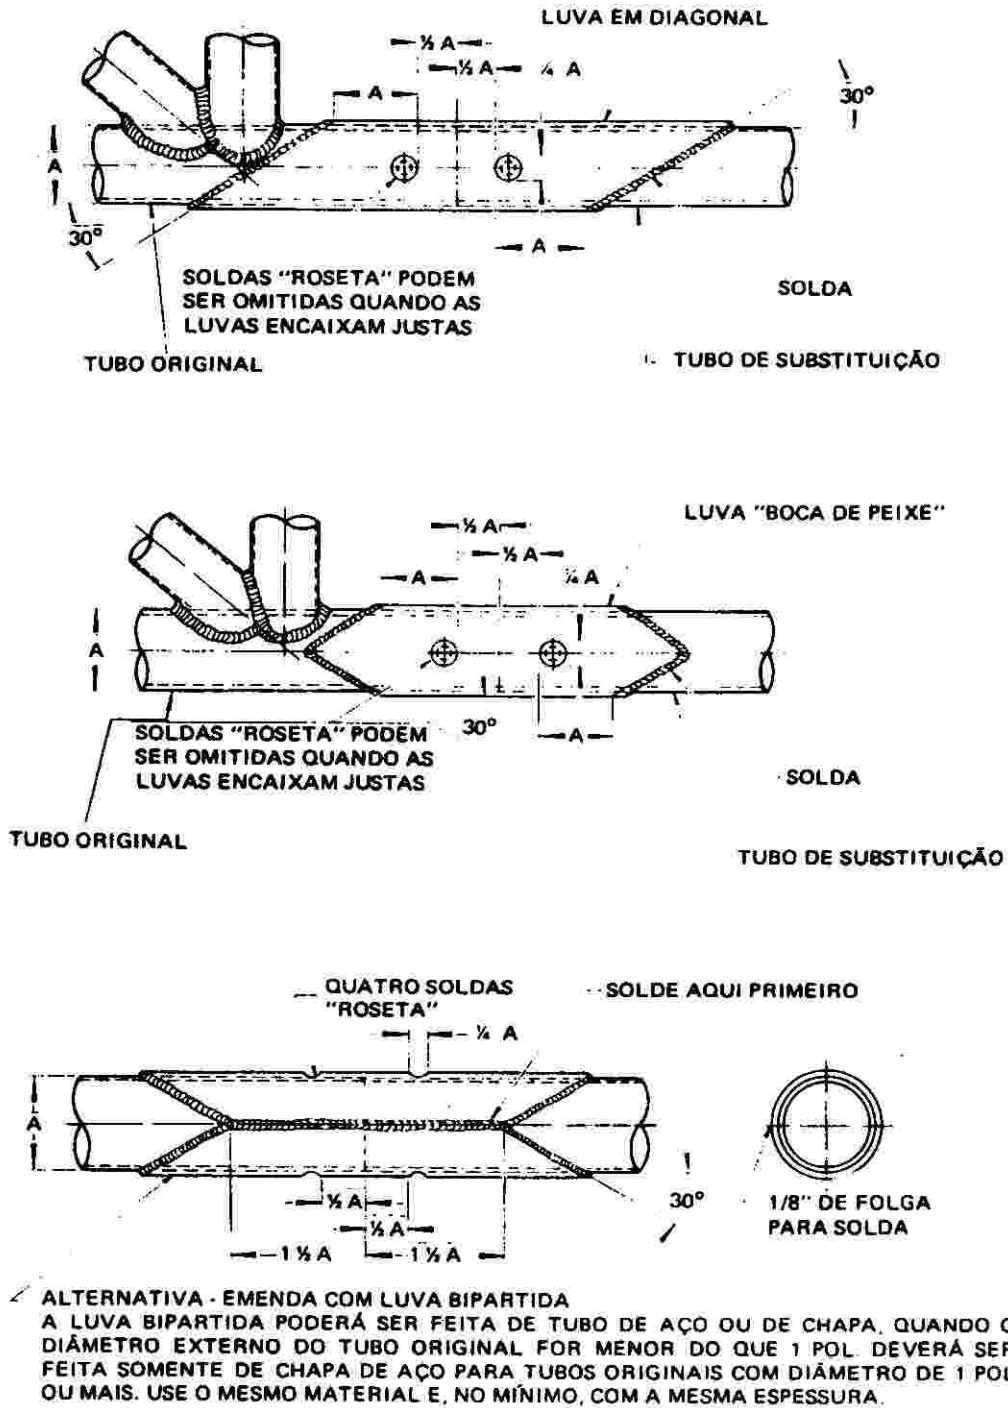

Figura 20-33 Reparo de Tubos por Emenda de Luva Externa. Substituição por Luva Externa Soldada
- Prepare um número suficiente de telas de fibra de vidro, de maneira a atingir a espessura original do material (veja a figura 20-33).